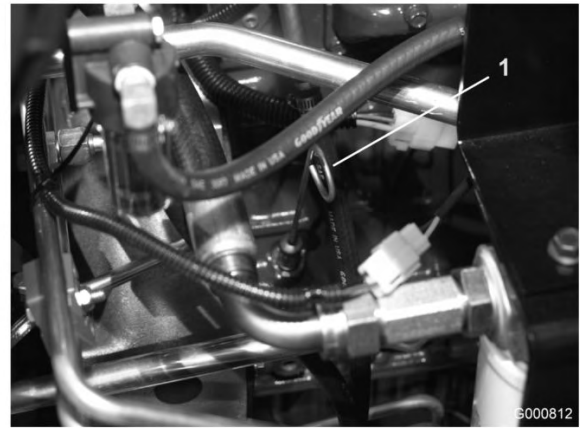

図 29
2. ディップスティック (図 29) を抜き、ウェスで拭き、もう一度差し込む。再び引き